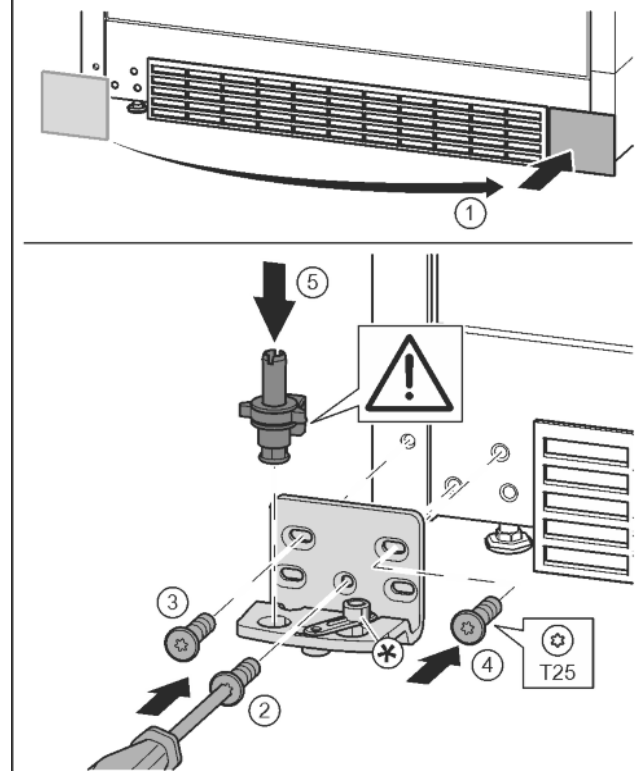

Fig. 18
- ▶ Снять крышку и поставить с другой стороны. Fig. 18 (1)
- ▶ Установить опорный кронштейн с другой стороны и прикрутить с помощью отвертки T25. Начинать с винта 2 в центре. Fig. 18 (2)
- ▶ Затянуть винты 3 и 4. Fig. 18 (3, 4)
- ▶ Снова установить опорный палец в сборе. При этом следить за тем, чтобы выступ фиксатора был направлен назад. Fig. 18 (5)